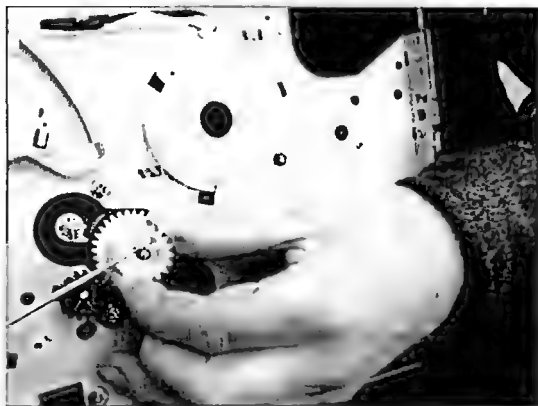

Рис. 6.24
- Отгибают защелки шестерни привода ролика подхвата и затем снимают саму шестерню (рис. 6.24).